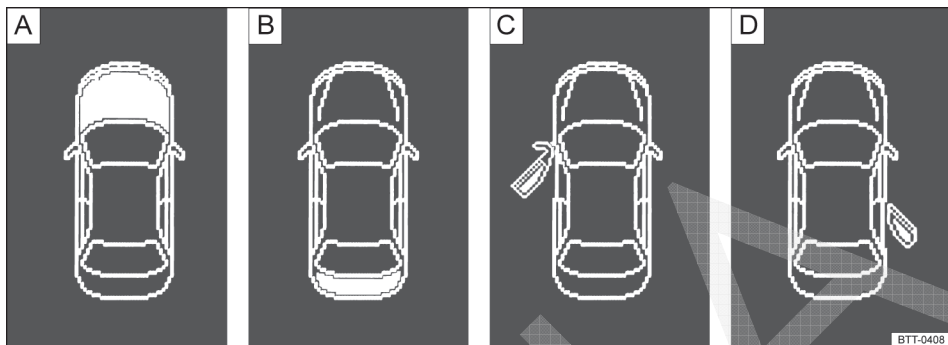

Fig. 14 A: tampa do compartimento do motor aberta, B: tampa traseira aberta, C: porta dianteira esquerda aberta, D: porta traseira direita aberta.
- Portas, tampa do compartimento do motor e tampa traseira abertas ⇒ Fig. 14